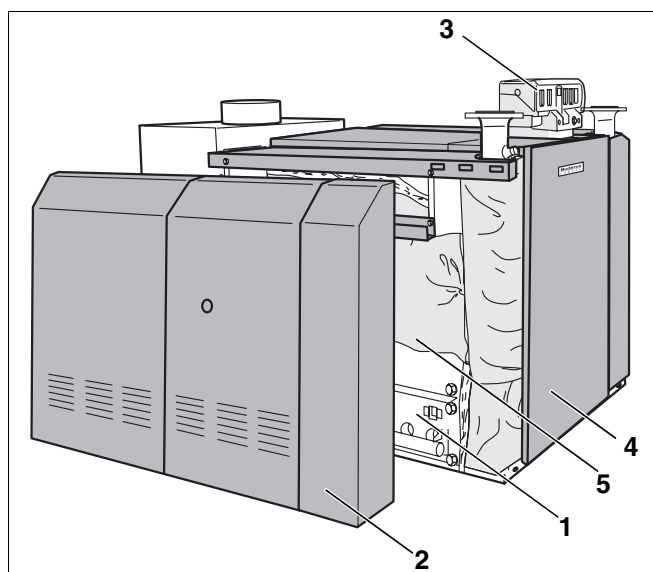

Fig. 1 Logano GE434
La caldaia Logano GE434 (fig. 1) è composta da un blocco caldaia destro e da un blocco caldaia sinistro; ciascun blocco è dotato di un bruciatore di gas.
- Blocchi caldaia (fig. 1, **pos. 5**) e bruciatori (fig. 1, **pos. 1**).
- Rivestimento caldaia (fig. 1, **pos. 2**) e isolamento termico (fig. 1, **pos. 5**).
- Apparecchio di regolazione (fig. 1, **pos. 3**), apparecchio di regolazione ausiliario e due automatismi di combustione del gas (uno per ogni bruciatore).